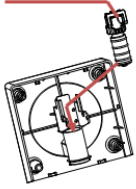

Figure 1
① couvercle supérieur de l'ouverture d'alimentation	⑤ Extrémité de la poignée
② Base de l'ouverture d'alimentation	⑥ bague d'étanchéité
③ bouchon de l'ouverture d'alimentation	⑦ Joint d'étanchéité de l'ouverture d'alimentation
④ Poignée	⑧ Cache supérieur de l'ouverture d'alimentation
1. Insérez ① dans ②, comme indiqué dans la figure 1.
Suivez les étapes de la figure 1 à la figure 8 dans l'ordre inverse.
Desserrez les quatre écrous de blocage en les tournant dans le sens inverse des aiguilles d'une montre et retirez l'unité de poignée comme indiqué sur la figure 1. Vérifiez que l'intérieur du récipient est propre, retirez l'agitateur, essuyez-le avec un chiffon humide et remettez l'agitateur en place après l'avoir nettoyé, comme indiqué dans la figure 2. Montez la poignée et l'unité de poignée comme indiqué sur la figure 3. Serrez l'écrou dans le sens des aiguilles d'une montre, comme indiqué sur la figure 4.